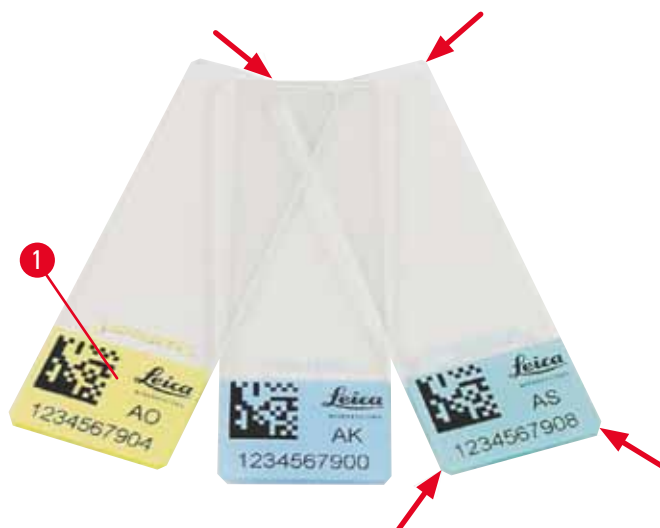

Fig. 4
Seules les lames porte-objets standard à bords colorés imprimables (→ "Fig. 4-1") peuvent être imprimées dans le Leica IP S (→ "Fig. 4").
- Pour réduire la quantité de poussière de verre et éviter toute panne mécanique, seules des lames porte-objets à coins biseautés (angle de 45° à chaque coin, (→ "Fig. 4")) doivent être utilisées.